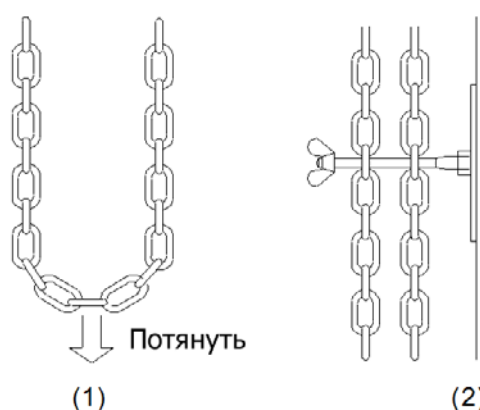

Рис. 9. Использование цепного редуктора
- Вы можете открыть или закрыть ворота вручную при помощи цепного редуктора. При этом привод ворот отключается от электропитания. В это время световой индикатор закрывания на блоке управления будет мигать, а после использования цепного редуктора привод может не реагировать на нажатия кнопок. В таком случае потяните за цепь (см. рис. 9), будет выполнен сброс и блок управления включит привод. Световой индикатор закрывания погаснет.
- Очень важно надежно зафиксировать цепь, как показано на рис. 9.